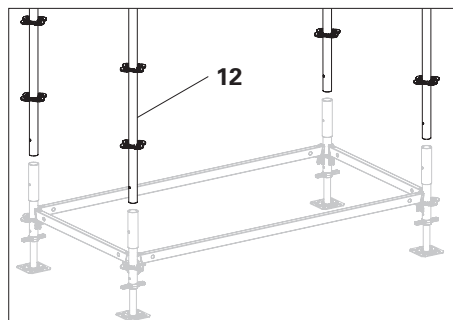

Fig. A2.03a
1. Inserire il montante verticale UVR-2 (**12a/12b**) nel montante di base UVB 25 (**11**) o nel montante verticale UVR-2. (Fig. A2.03a)